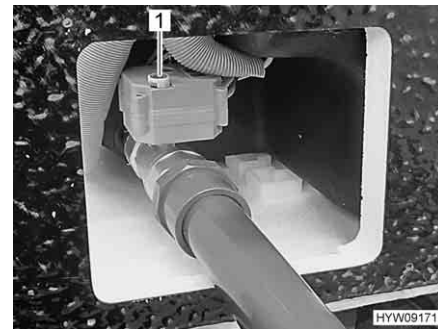

Fig. 154 Manovella (rubinetto di scolo delle acque grigie)
- Per aprire il rubinetto di scolo delle acque grigie sollevare la manovella (Fig. 154,1) e ruotarla in senso antiorario fino a battuta. La direzione di rotazione (O per apertura, S per chiusura) è indicata sulla manovella.
- Per chiudere il rubinetto di scolo delle acque grigie sollevare la manovella (Fig. 154,1) e ruotarla in senso orario fino a battuta.